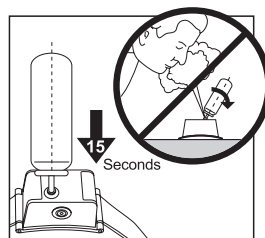

Fig. 3
2. Commencez par évacuer l'air du réservoir de remplissage en appuyant deux fois sur l'orifice de remplissage (2) à l'aide d'un tournevis.
3. Insérez l'embout pulvérisateur par le haut dans l'orifice de remplissage (2) de l'appareil.
4. Pour remplir l'appareil, appuyez et maintenez l'embout pulvérisateur sur l'ouverture de remplissage (2) pendant environ 15 secondes (Fig. 3).